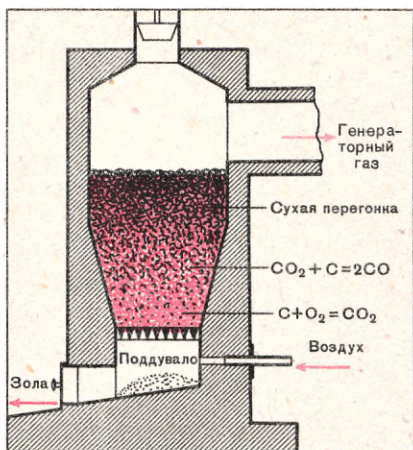

Рис. 24. Схема газогенератора.
Оксид углерода (II) содержится в некоторых видах газообразного топлива, в частности генераторном газе. Аппарат, в котором получают этот газ, — газогенератор — представляет собой печь, загружаемую твердым топливом, например коксом (рис. 24). Снизу в газогенератор подается воздух. В нижнем слое топливо сгорает и кокс превращается в оксид углерода (IV):